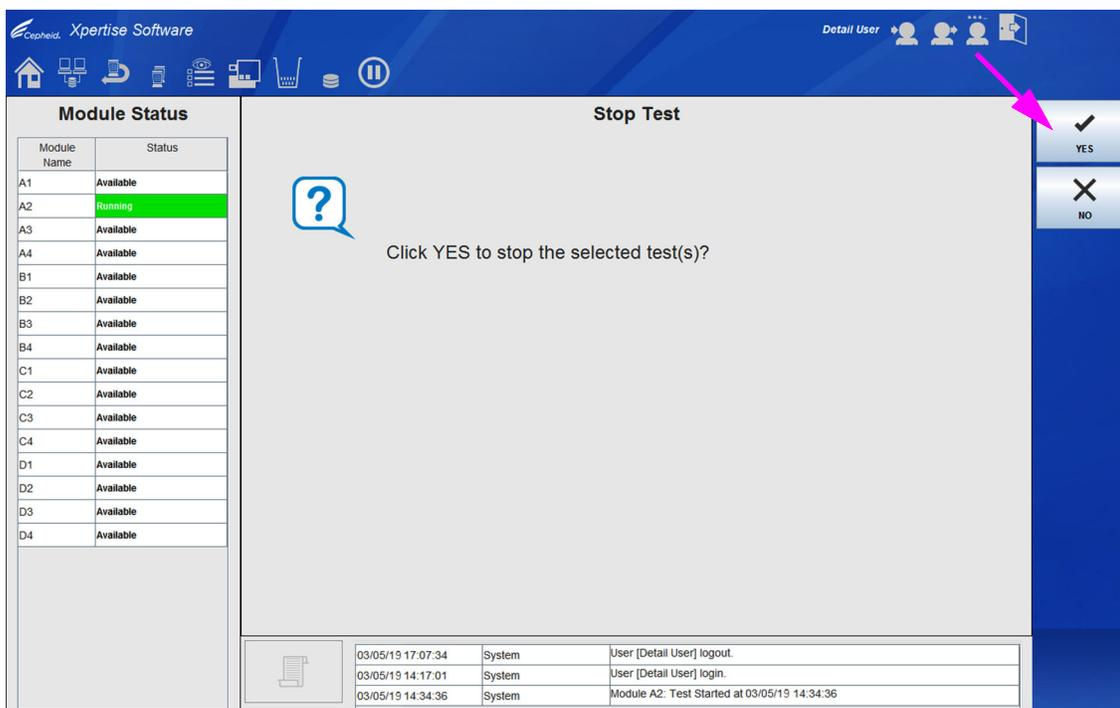
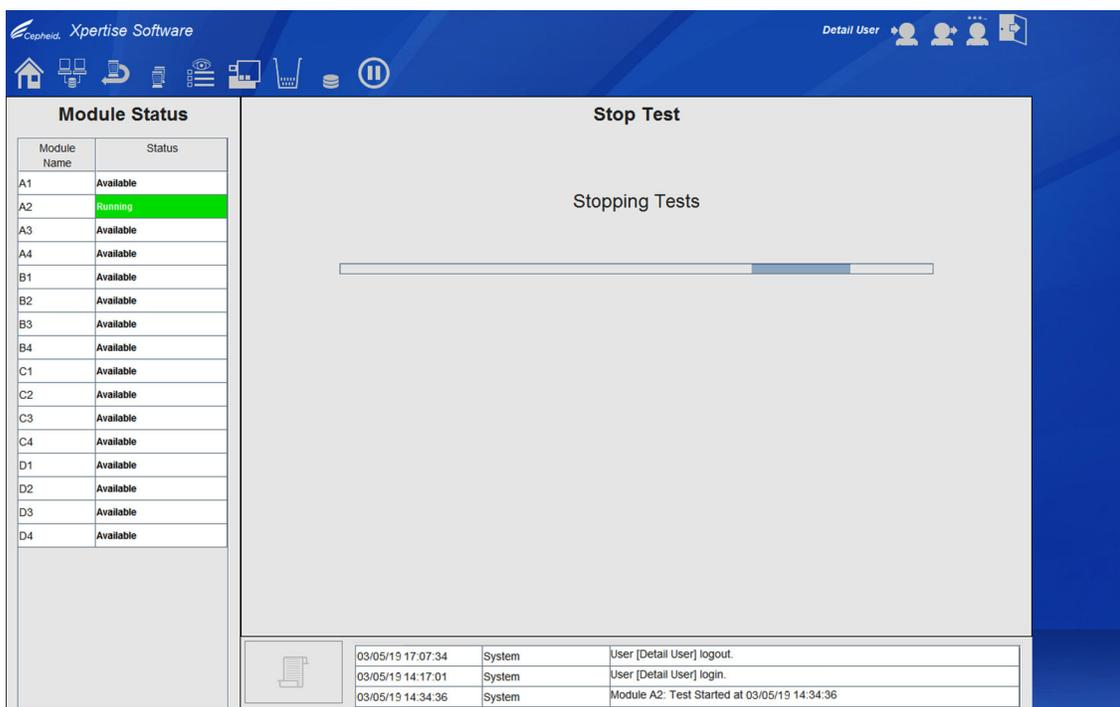

图 5-86. 停止测试 (Stop Test) 工作区
图 5-87. 显示进度条的停止测试 (Stop Test) 工作区
- 选择**停止 (STOP)** 按钮（请参见图 5-85）。将显示停止测试确认工作区。请参见图 5-86。
如需停止所有运行的测试，选择**全部停止 (STOP ALL)** 按钮。请参见图 5-85。所有正在运行的测试将开始停止测试处理，将显示进度条。请参见图 5-87。
- 选择**是 (YES)** 按钮（请参见图 5-86）。选中的测试将停止，并将出现进度条，显示停止测试处理的进度。请参见图 5-87。